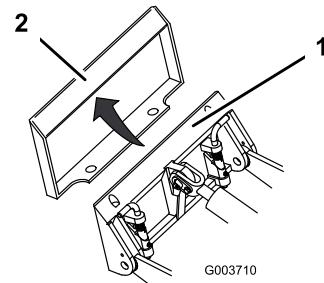

Bild 24
4. Positionieren Sie die Befestigungsplatte am oberen Rand der Aufnahmeplatte am Anbaugerät (Bild 24).